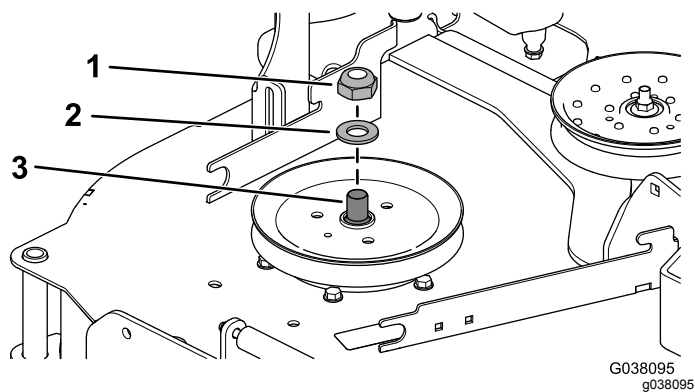

Figura 10
3. Utilizzate una chiave (1½") per trattenere l'albero del mandrino mentre rimuovete il dado di bloccaggio (¾") e la rondella dall'albero del mandrino (Figura 10).